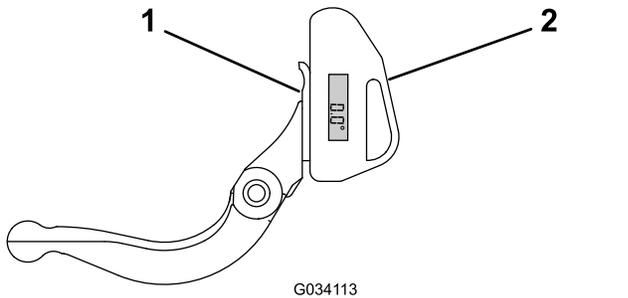

Bild 22
1. Positionieren Sie den Neigungsmesser an der Unterseite des Untermessers, wie in Bild 22 abgebildet.